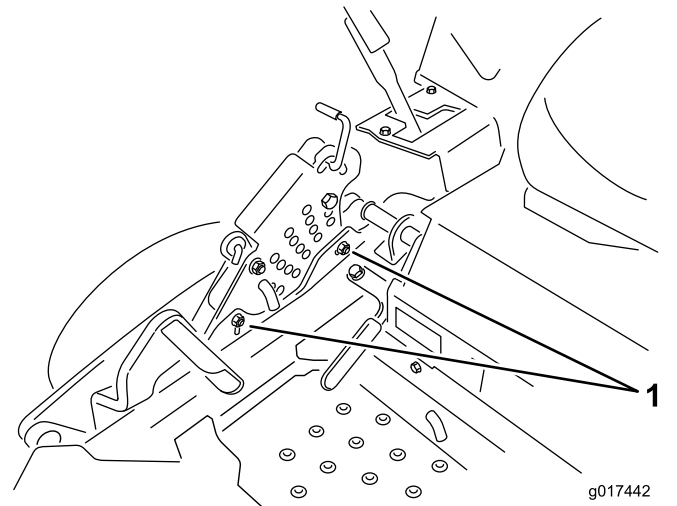

図 79
- 12. シングルポイントシステムの調整を行うには、刈高プレートの底部にあるボルト2本をゆるめる図 79。
14. 刈高プレートの底部にあるボルト2本を締め付ける 図 79。